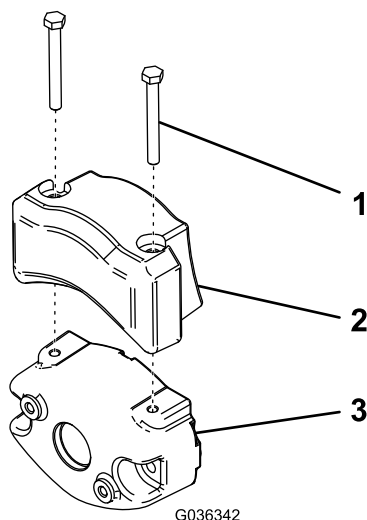

**Figura 50**
**Importante:** Sempre que precisar de inclinar a unidade de corte, coloque um apoio por baixo da traseira da unidade de corte para assegurar que as porcas da barra de apoio não fiquem apoiadas sobre a superfície de trabalho (Figura 50).